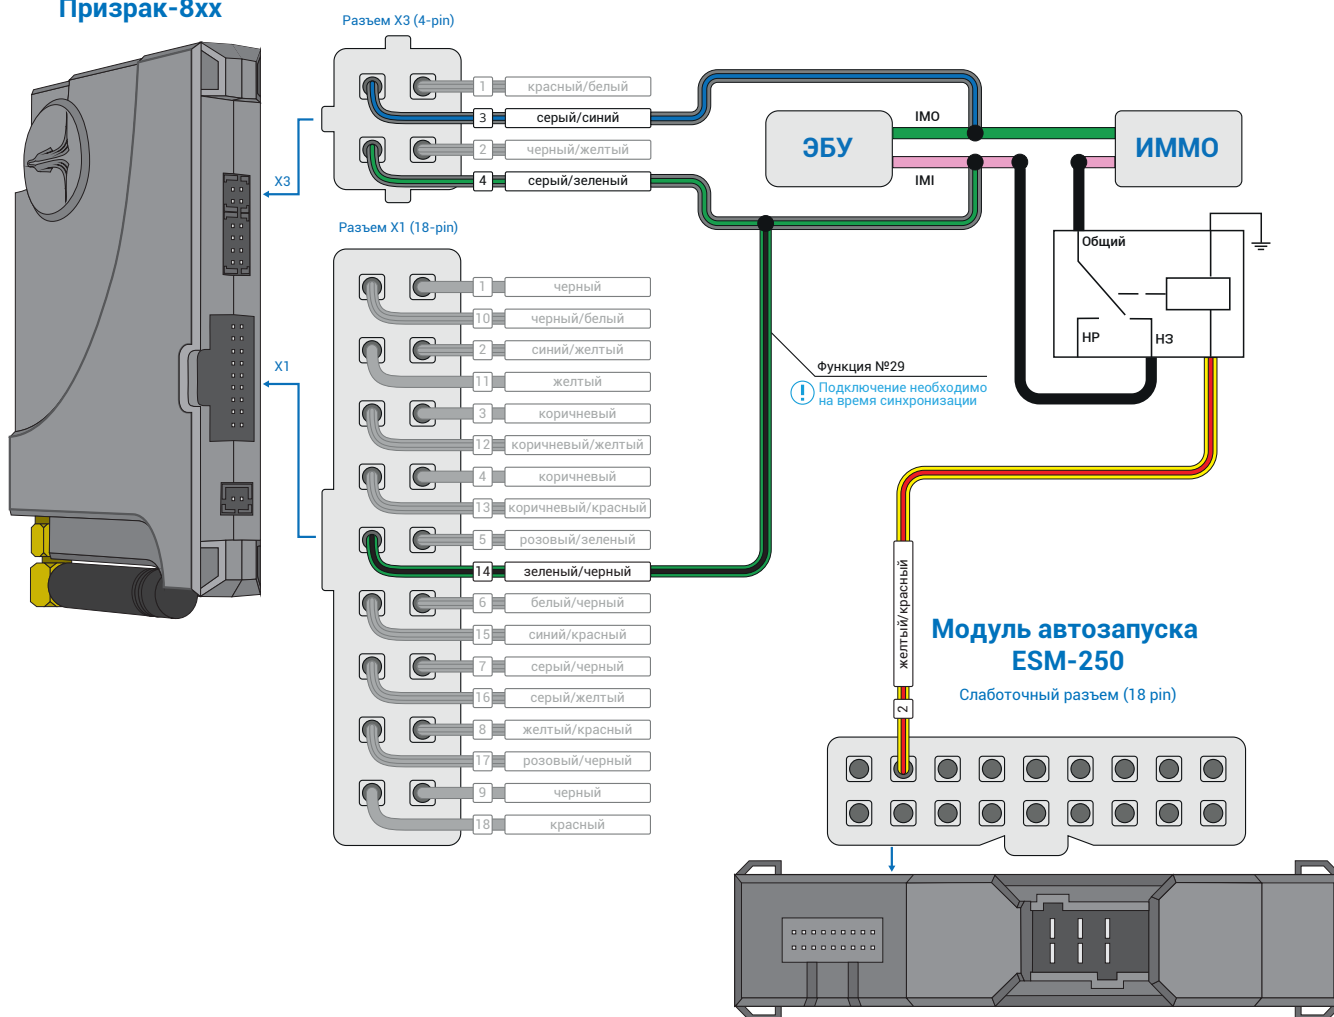
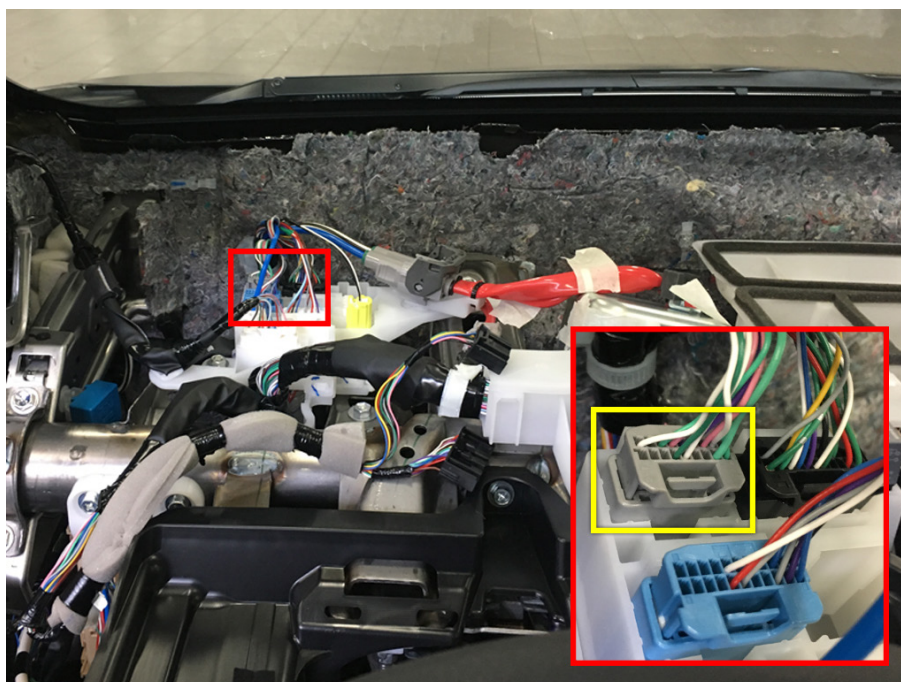

Рис.1 Призрак-8xx и ESM-250
Рис.2 Место подключения
2. Подключите серый/синий провод (контакт №3, разъем X3) к проводу IMO а/м, а серый/зеленый провод (контакт №4, разъем X3) к проводу IMI а/м. Назначьте функцию №29 на зеленый/черный провод (контакт №14, разъема X1) и подключите его на провод IMI а/м (см. рис.1). Подключение в а/м можно осуществить слева под торпедо (см. рис. 2, 3).